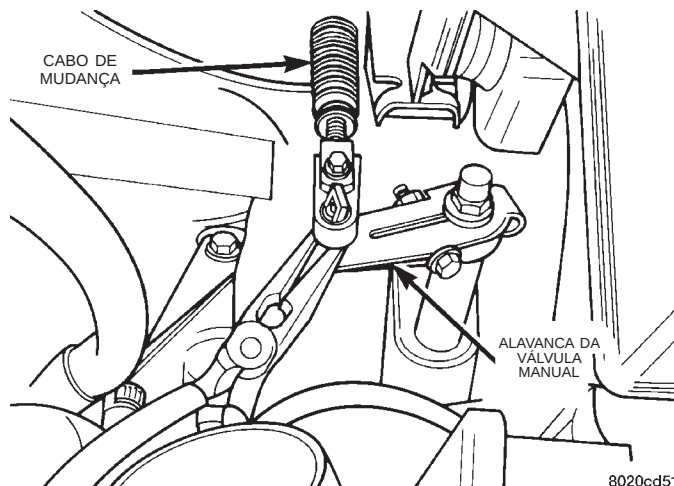

Fig. 11 Cabo de Mudança
(1) Remova o cabo de mudança da alavanca (Fig. 11).